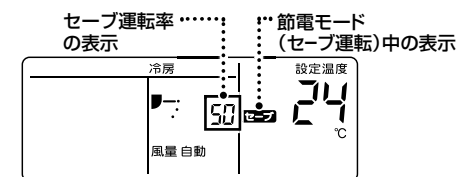

図3：節電モード（セーブ運転）中の画面
- セーブ運転率の設定後は、節電モード（セーブ運転）中画面が表示されます。(図3)